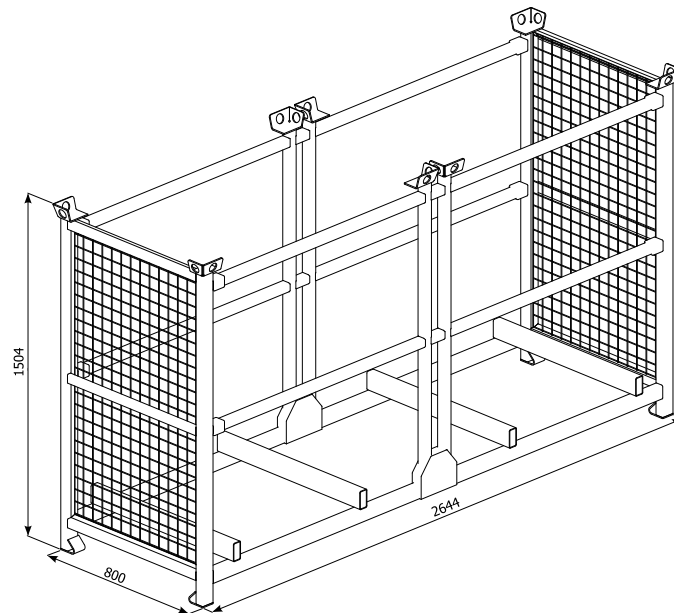

Abb. 41 Transport für Schutzgitter und -bretter
1.3.39. Transportbehälter für Schutzgitter und Schutzbretter (Abb. 41)